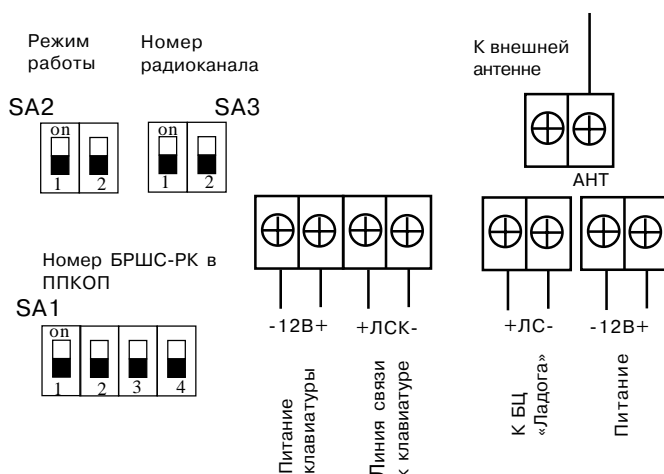

Рис. 29 Схема подключения БРШС-РК
- выполните необходимые подключения согласно рис.29;
Подключение БРШС-РК производится согласно рис.29. Подача питания БРШС-РК осуществляется от блока центрального «Ладога БЦ» или от отдельного источника питания 12 В.
- подключите клавиатуру «Ладога KB-M» к БРШС-РК к клеммам питания клавиатуры «-12В», «+12В» и линии связи с клавиатурой «+ЛСК», «-ЛСК» согласно рис. 29
- подключите БРШС-РК к ЛС блока центрального «Ладога БЦ», используя клеммы «+ЛС», «-ЛС», согласно рис. 29